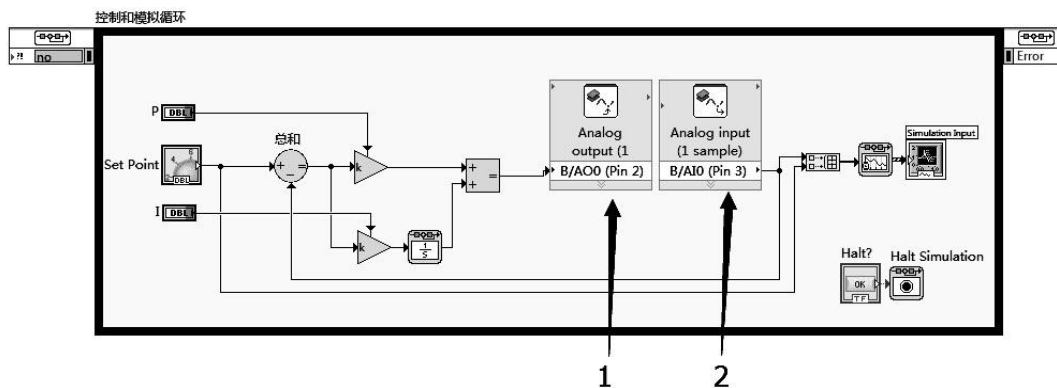

图 6-20 RC 电路控制程序
2. 在 myRIO 工程管理窗口中，将上位机中用于仿真的控制算法移植到 myRIO 上执行。用 LabVIEW 开发嵌入式应用，可直接将 vi 从“我的电脑”下方拖到 myRIO 下方即可。拖动之后，可另存文件并将其重命名为 RCRRealControl.vi。如图 6-20 所示，RC 电路控制程序。